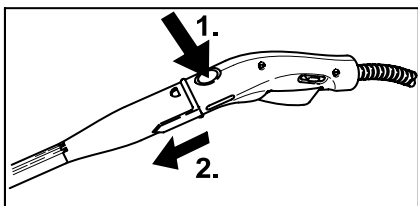

Рисунок 6
- Для снятия принадлежностей нажмите на кнопку деблокировки (С2 или G2) и отделите детали друг от друга (см. рисунок 6).